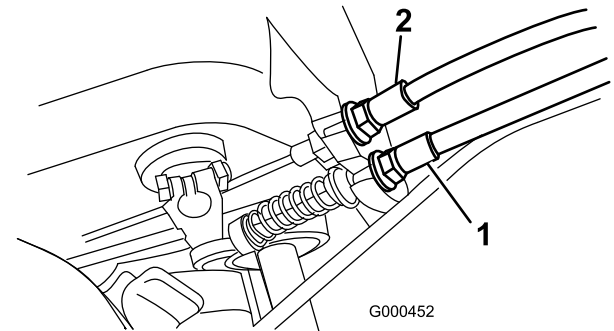

図 42
2. 走行ケーブルの前ジャム・ナットをゆるめ、後ジャム・ナット（図 42）を締めてケーブルの張りを出し、5.4～7.3 kgの力で走行コントロールがつかないようにする。